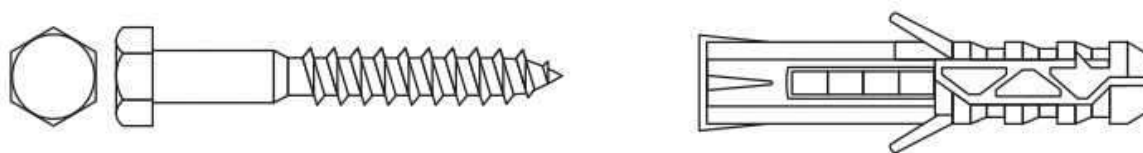

Рисунок 7.4.1 Шуруп с шестигранной головкой «Глухарь» с дюбелем
- 2 Сверление производить сверлом диаметром 16 мм. В отверстия установить распорные дюбели диаметром 16 мм и длиной 80 – 120 мм (рис. 7.4.1.);